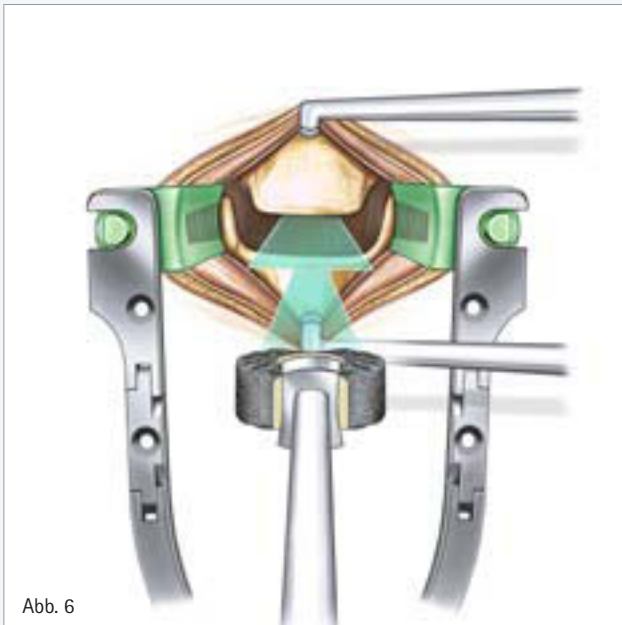

Abb. 6
- Sobald das Einsetzinstrument mit dem Implantat verbunden ist, wird CeSPACE®XP unter Bildwandlerkontrolle in den Zwischenwirbelraum eingesetzt (Abb. 6).